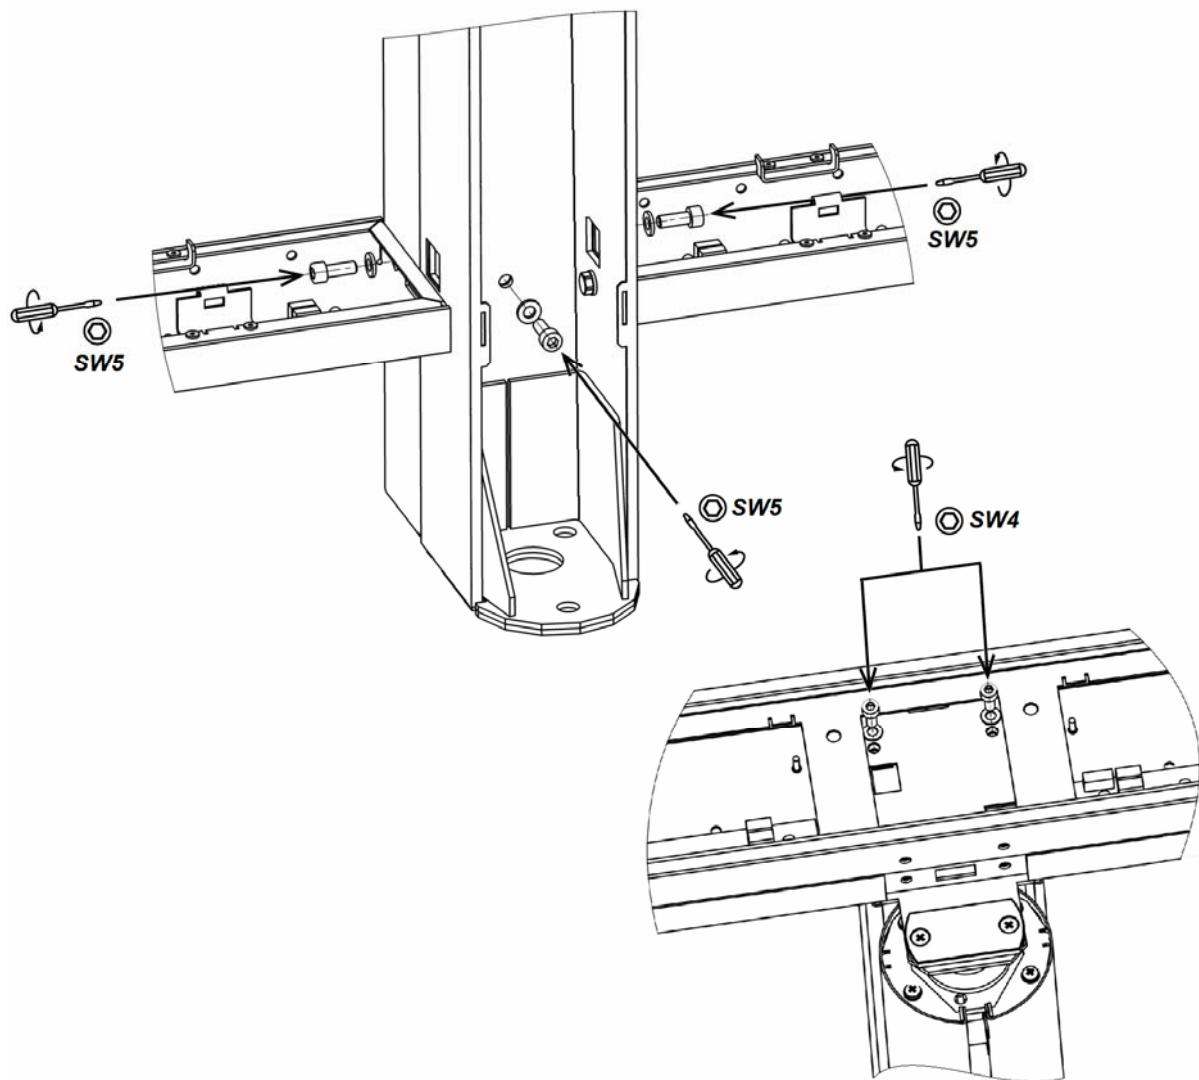

Рисунок 28. Демонтаж задней панели центральной стойки
1. Снимите крышку секции (10) (см. разд. 8.8.7) и две защитные пластины.
2. Снимите блок индикации на центральной стойке (3) (см. разд. 8.8.6).
3. Снимите кожух створки (4) (см. разд. 8.8.5).
4. Снимите кожух центральной стойки (5) (см. разд. 8.8.1).
5. Снимите обе крышки нижнего короба (14) (см. разд. 8.8.8).
6. Для секции **PERCo-ST-01**: Снимите заднюю панель центральной стойки (6). Для этого открутите 2 винта M6×16 (под шестигранный ключ SW5) в нижних коробах, один винт M6×16 (под шестигранный ключ SW5) в нижней части центральной стойки и два винта M5×12 (под шестигранный ключ SW4) в верхнем коробе (см. рис. 28).